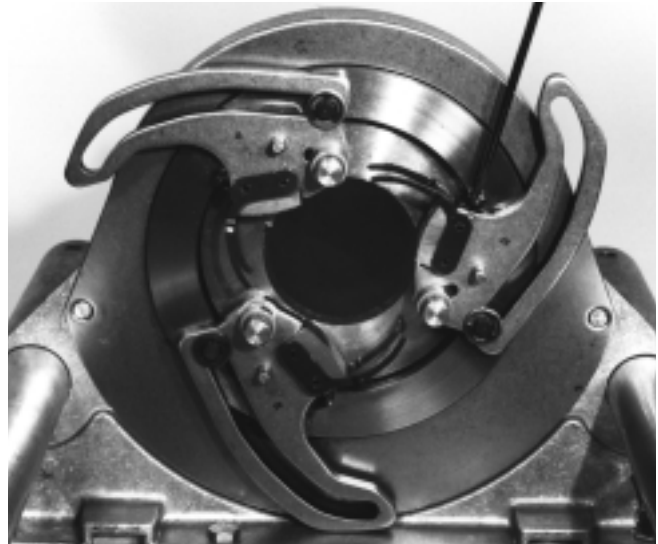

Figure 23A – Retrait de la mâchoire
3. Desserrez la vis de retenue de la mâchoire et du doigt de centrage. Cela devrait permettre le retrait de la mâchoire (Figures 23A et B).